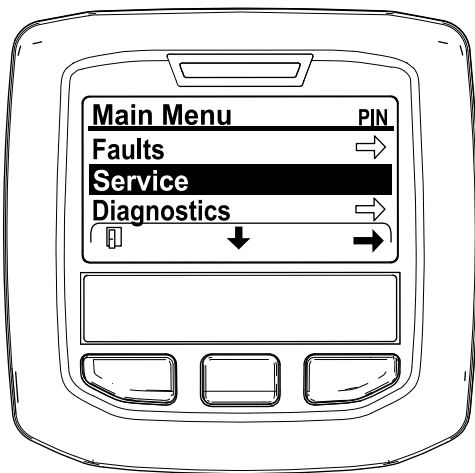

Figura 43
2. Navigate al MENU PRINCIPALE, premete il pulsante centrale per scorrere fino all'opzione MENU MANUTENZIONE, poi premete il pulsante destro per selezionare l'opzione MANUTENZIONE (Figura 43).